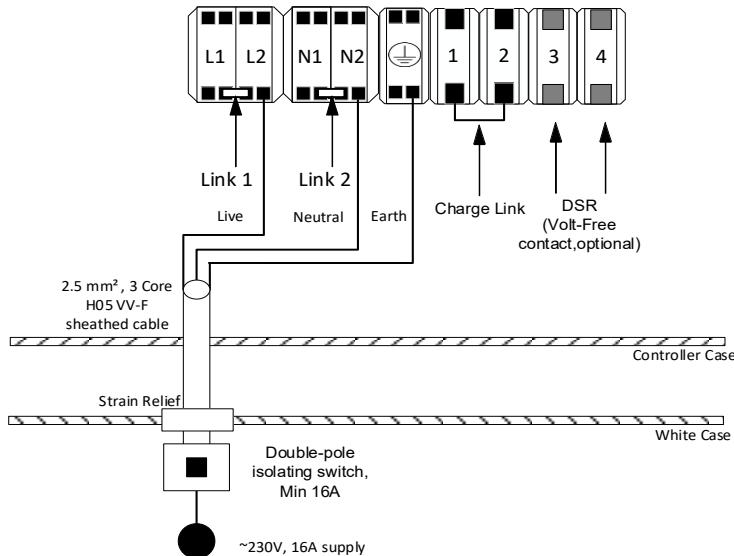

Figure 11 - Câblage de la batterie thermique Thermino ePlus sans dérivation de l'énergie solaire
- Sans dérivation de l'énergie solaire, voir section 6.4.1, Figure 11.